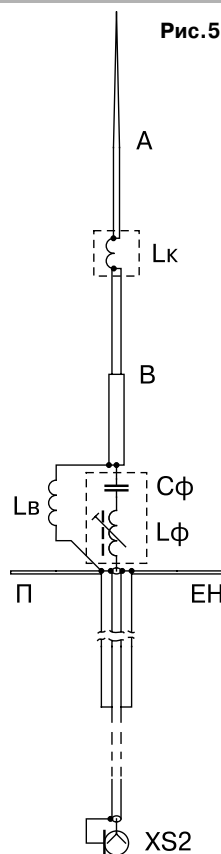

Рис.5
5.1. Антенна 2 м.д. (рис.5) состоит из верхнего этажа А, катушки Лк, нижнего этажа В, разделительного фильтра (Лф, Сф), противовеса П и отдельного кабеля питания РК50-3 (RG-58) длиной 8,5 м с разъемом CP50-74 (XS2) на нижнем конце и устанавливается в верхней части антенны VMA-7 на месте КС. Для сохранения работоспособности антенны на 40 м.д. конструкция и размеры КА-2 выбраны с расчетом, чтобы она "по